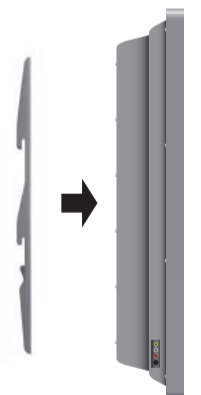

Abb. 2 – Befestigung der Arme an der Rückseite Ihres Bildschirms.
- Arme an der Rückwand Ihres Bildschirms unter Verwendung der in Schritt 1 und 2 bestimmten Schrauben zusammen mit den Beilagscheiben (C, F, I, oder L) befestigen (siehe Abb. 2 und 3).
- Werden die Schrauben M4, M5, oder M6 (Beutel 1, 2, und 3 respektive) verwendet, dann sind auch die Beilagscheiben M6 (O) zu verwenden.
- Wird eine der längeren Schrauben für einen Bildschirm mit gewölbter oder konkaver Rückwand verwendet, sind auch die Abstandhalter (M oder N) zu verwenden. Kleinen Abstandhalter (M) für Schrauben M4 und M5 und großen Abstandhalter (N) für Schrauben M6 und M8 verwenden.